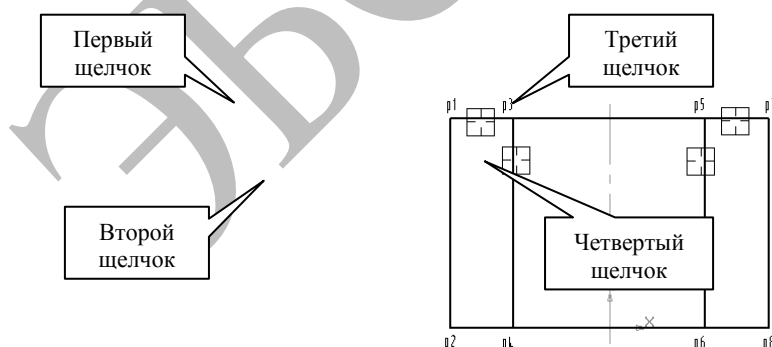

Рис. 16
5) В ответ на запрос системы «**Укажите первую кривую для построения фаски**» щелкните мишенью на отрезке p1 – p7 между точками p1 и p3 (рис. 16).